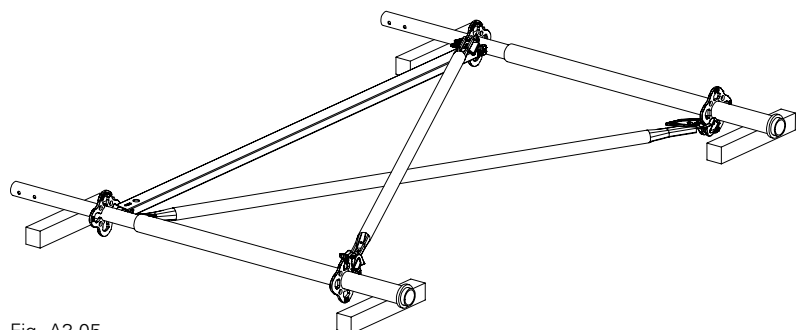

Fig. A3.05
- Posizionare l'elemento di testa e montare il diagonale verticale sull'altro lato procedendo analogamente. (Fig. A3.05)